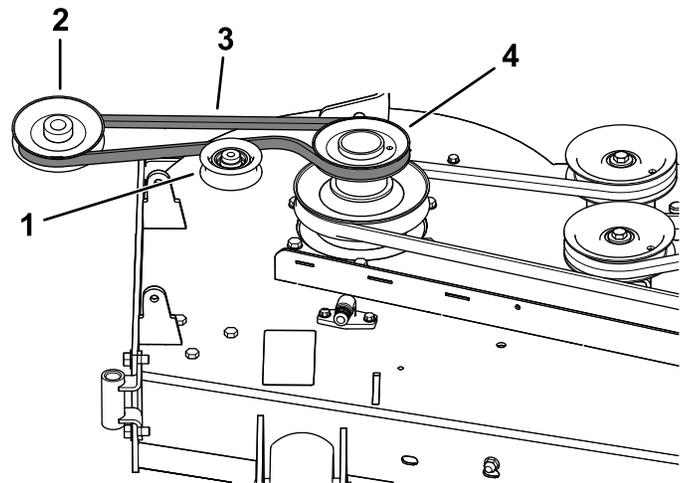
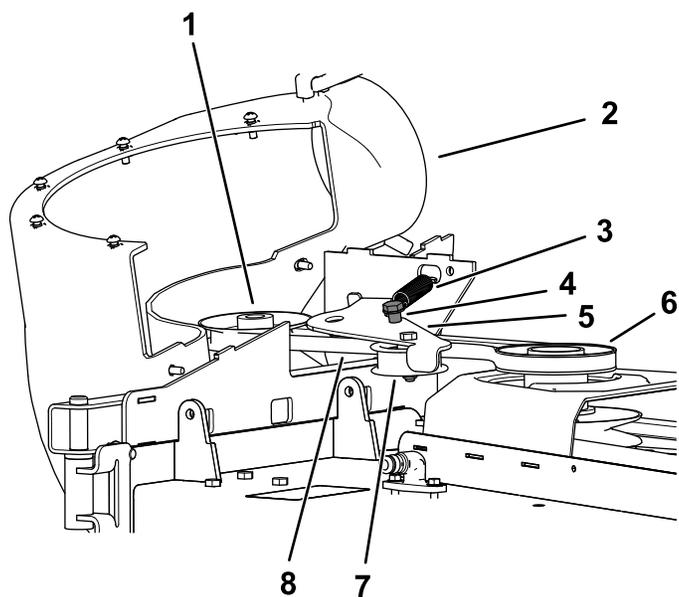

Figura 25
Figura 26
1. Si es necesario, instale la correa alrededor de la polea del soplador (Figura 25).
1. Instale la correa alrededor de la polea del soplador (Figura 25 y Figura 26); consulte 10 Instalación del conjunto del soplador (página 15).
- Aleje la polea tensora del anclaje fijo del muelle y enrute la correa alrededor de la polea de la carcasa de corte (Figura 26).
- Enrute la correa alrededor de la polea motriz, según se muestra en Figura 25 y Figura 26.